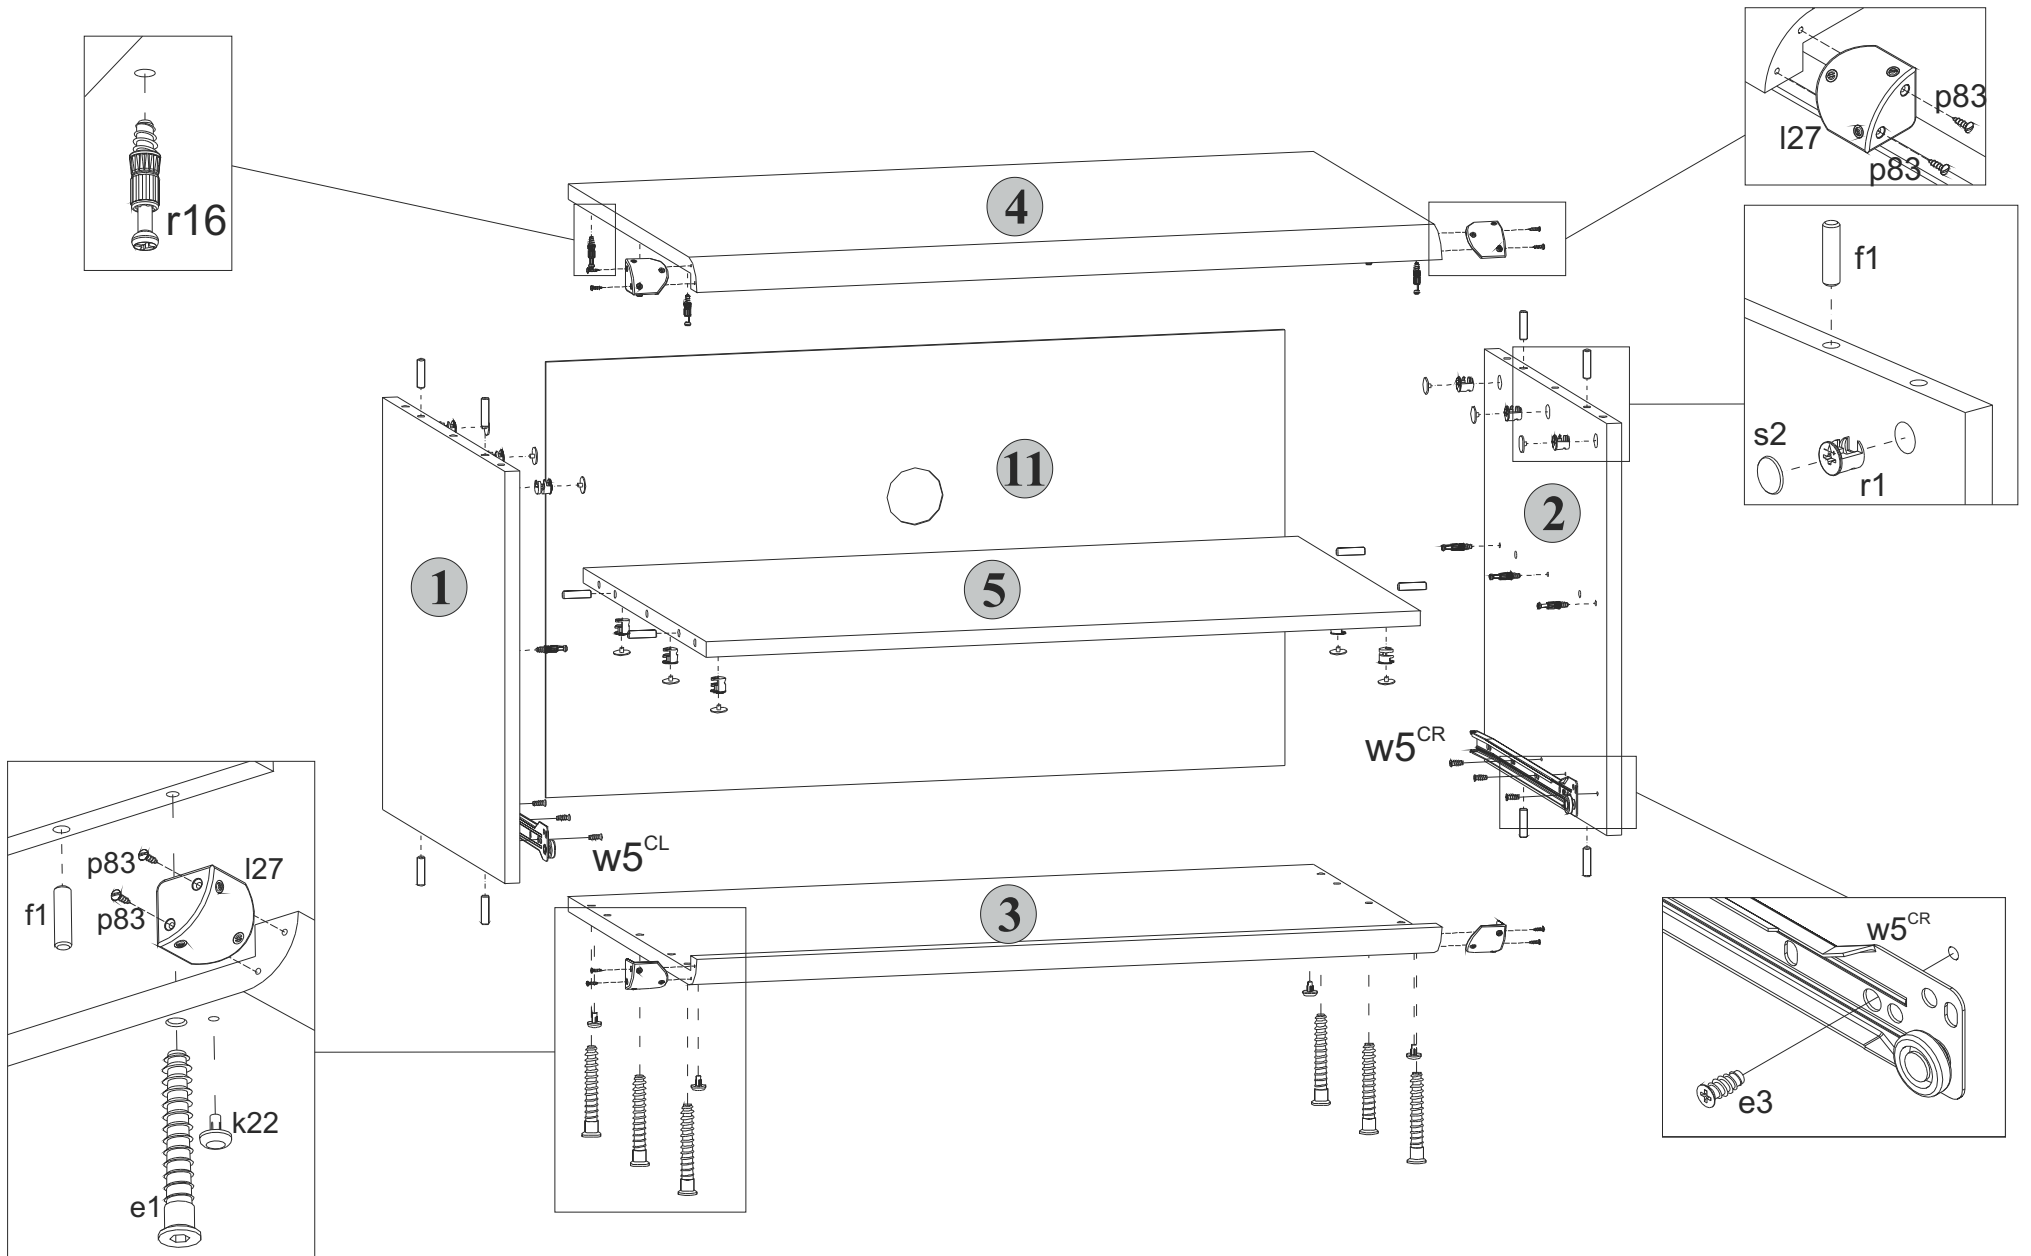

Рис. 2
5.6 В отверстия диаметром **4,5 мм** на нижней поверхности щита нижнего **3** вставить опоры полимерные **k22** (подпятники) (см.рис. 2).
5.9 К стенкам боковым **1 и 2** присоединить щит нижний **3** и стянуть еврошурупами **e1**, пользуясь специальным ключом **z1** из комплекта фурнитуры (см.рис. 2).
5.2 В отверстия диаметром **8 мм** на верхних и нижних кромках стенок боковых **1 и 2**, а также на боковых кромках полки соединительной **5** вбить деревянные шканты **f1** (см.рис. 2).
5.4 На внутренних поверхностях стенок боковых **1 и 2**, а также на нижней поверхности полки соединительной **5** в отверстия диаметром **15 мм** вставить стяжки эксцентриковые **r1** (см.рис. 2).
5.5 В отверстия диаметром **5 мм** на нижней поверхности щита верхнего **4**, а также на внутренних поверхностях стенок боковых **1 и 2** вкрутить винты стяжки **r16**, пользуясь крестообразной отверткой (см.рис. 2).